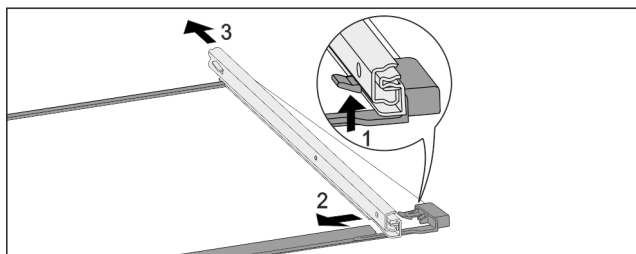

Fig. 253 Skleněná deska s kolejničkami
- ▶ Přední aretační háček zatlačte nahoru. Fig. 253 (1)
- ▶ Výsuvnou kolejničku vysuňte stranou Fig. 253 (2) a dozadu Fig. 253 (3).